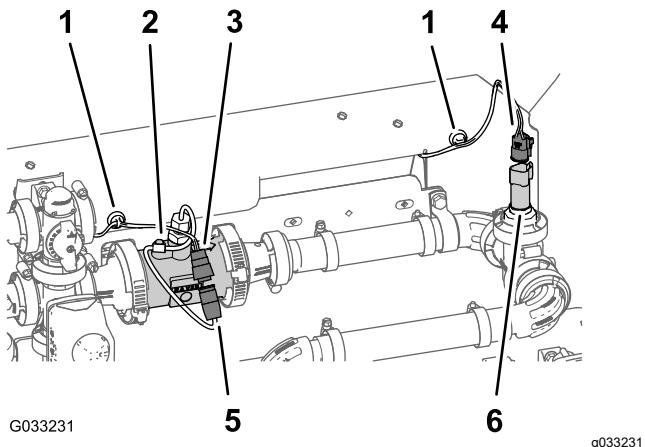

Рисунок 101
- Проложите разъемы ответвления жгута проводов длиной 203 см, имеющие маркировку **Flow Meter (Расходомер)** и **Pressure Transducer (Датчик давления)**, позади крепления коллектора (Рисунок 101).
2. Подсоедините 3-гнездовой разъем ответвления жгута проводов длиной 203 см для расходомера (без маркировки) к 3-штыревому соединителю жгута проводов расходомера (Рисунок 101).
3. Подсоедините 3-гнездовой разъем ответвления жгута проводов длиной 203 см для датчика давления (с маркировкой **Pressure Transducer**) к 3-штыревому разъему жгута проводов датчика давления (Рисунок 101).
4. Приложите магнитные фиксаторы жгута проводов расходомера и датчика давления к поверхности крепления коллектора (Рисунок 101).